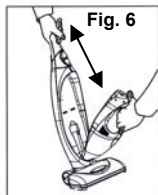

Fig. 6
2. Agrippez la poignée de l'aspirateur et tirez. (Fig. 6)
3. Afin de remplacer l'aspirateur dans le réceptacle du bloc-moteur, placez d'abord le fond de l'aspirateur sur le réceptacle. Inclinez-le ensuite vers le boîtier du bloc-moteur, jusqu'à ce que ce qu'il clique en position. (Fig. 6)
2. Grasp the handle of the power unit/hand vac and pull out. (Fig. 6)
3. To replace the power unit/hand vac into the power unit/hand vac receptacle, place the bottom of the power unit/hand vac into the power unit/hand vac receptacle first, then tilt towards the power unit housing until you hear the it click into place. (Fig. 6)